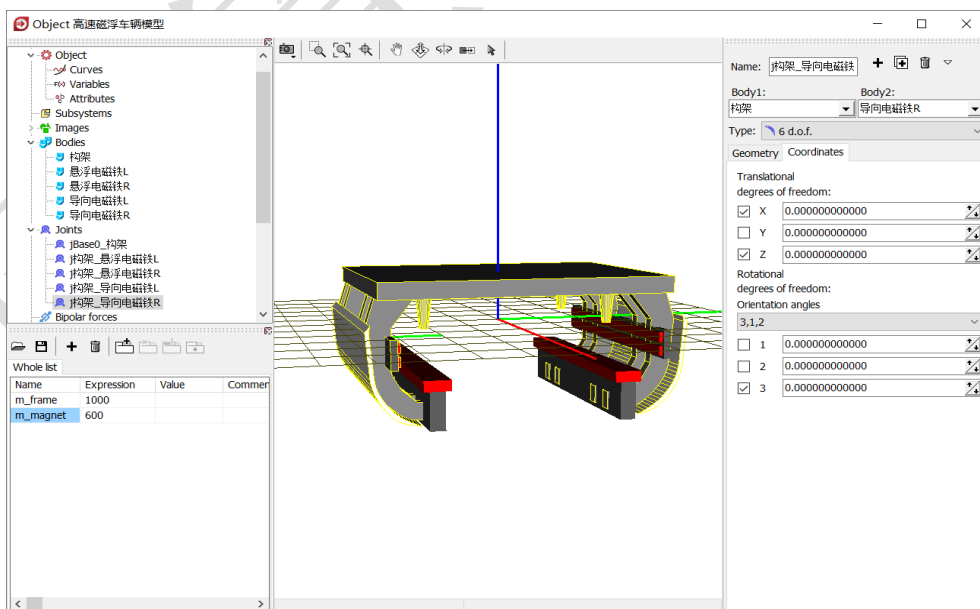

图 3-119
- 13) 复制生成第五个铰，**Body2** 更改为**导向电磁铁 R**，**Body1** 的铰接点坐标为 $(0, -1.465, -0.18)$ 。切换到整体视图模式，如图 3-119 错误!未找到引用源。。